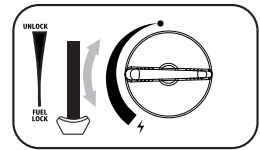

fig. 5
6. Indstil kontrolknappen til den ønskede position (fig.5) Sæt aldrig patronhåndtaget (6) i positionen "UNLOCK" under brug!